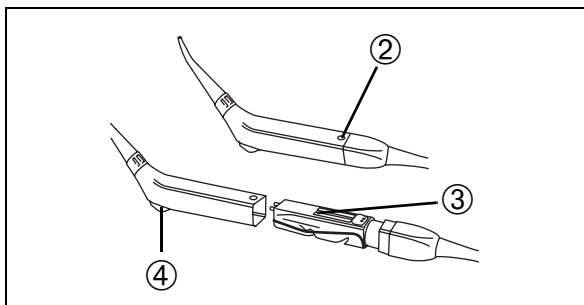

Abb. 20
- Drücken Sie den Rastknopf ② (Abb. 20), um die Griffhülse am Endstück des Versorgungsschlauches abziehen.